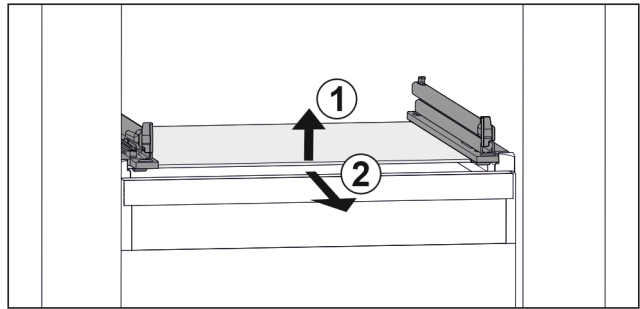

Fig. 158 Приблизне відображення скляної пластини
- ▶ Підняти скляну пластину спереду. Fig. 158 (1)
- ▶ Вийняти скляну пластину рухом вперед. Fig. 158 (2)